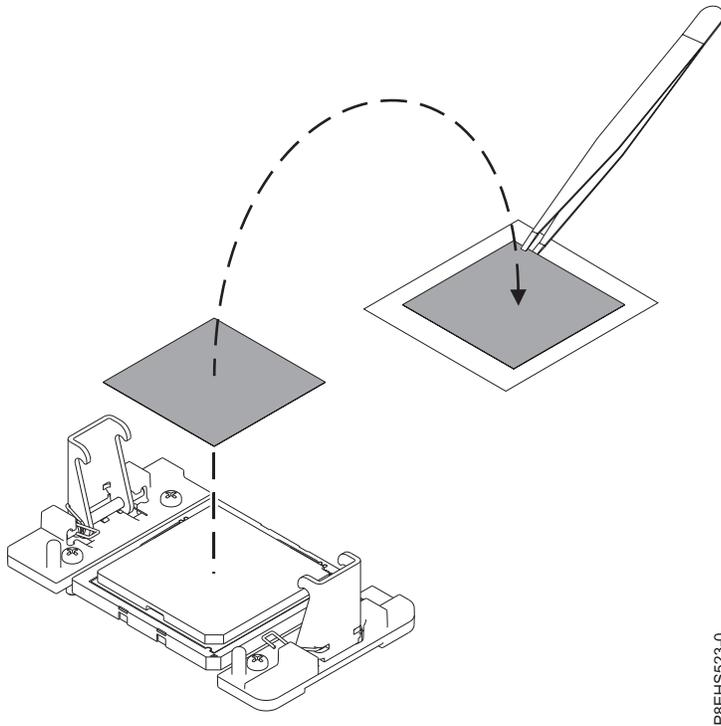

Figura 90. Removendo o TIM de cor cinza do processador
4. Se o sistema usar o material de interface térmica (TIM) de cor cinza: usando as pinças, remova o TIM de cor cinza da parte superior do processador e coloque-o em uma área limpa e seca, conforme mostrado em Figura 90 na página 90. O sistema pode usar dois tipos de TIMs. Um TIM é de cor prata com cantos aparados e normalmente adere ao dissipador de calor. O outro TIM é cinza escuro com cantos quadrados e não adere. O TIM de cor cinza precisa ser removido antes do processador ser removido.